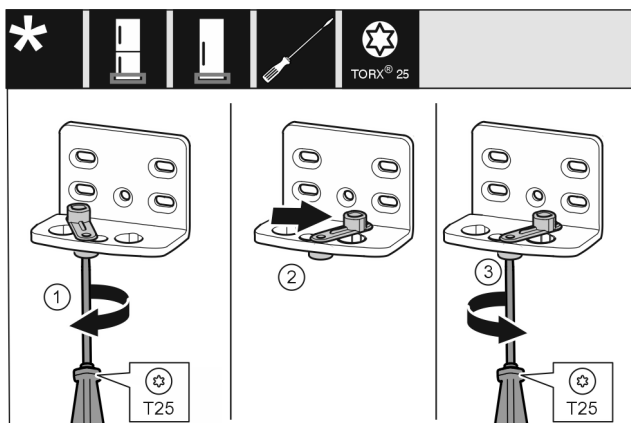

Fig. 12
- ▶ Odvijačem labavo uvrnite vijak Fig. 12 (1).
- ▶ Podignite pomagalo za zatvaranje vrata Fig. 12 (2) i okrenite ga za 90° nadesno u provrt.
- ▶ Odvijačem pritegnite vijak Fig. 12 (3).